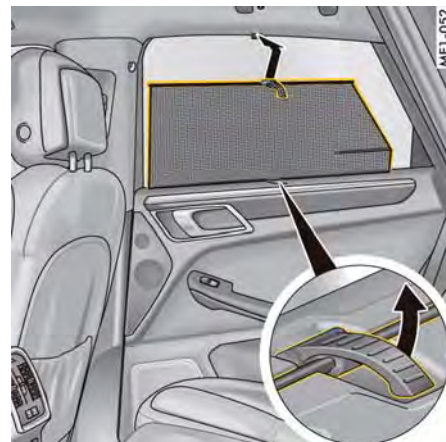

図21: ロール・アップ式サンブラインド (リヤ・サイド・ウィンドウ)
- ▶ ロールアップ式サンブラインドを引き出し、ドア・フレーム上部のブラケットに差し込んでください (図21)。